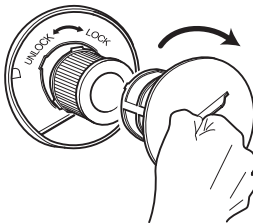

Abb. 26
13. Setzen Sie das Filtersieb durch Drehen im Uhrzeigersinn wieder ein (Abb. 26).